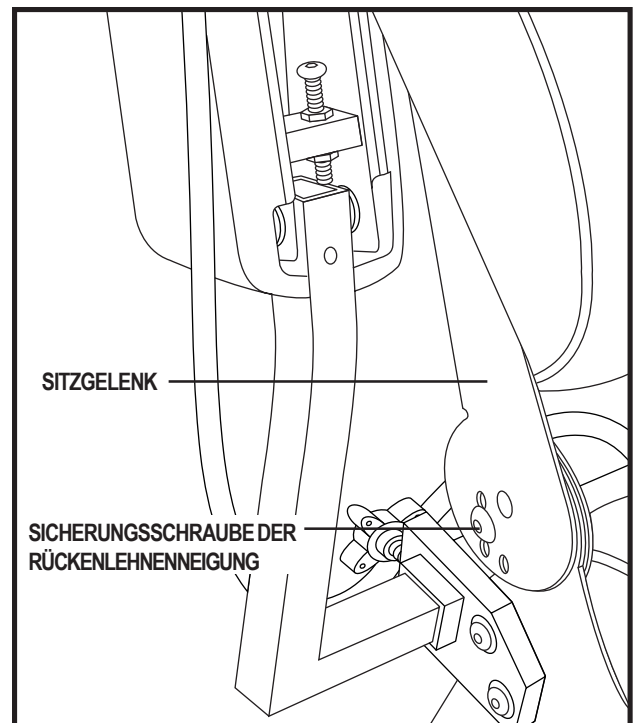

Abb. 14. Einstellung Rückenlehnenneigung
1. Entfernen Sie die Einstellschrauben von jedem Sitzgelenk. Siehe Abb. 14.